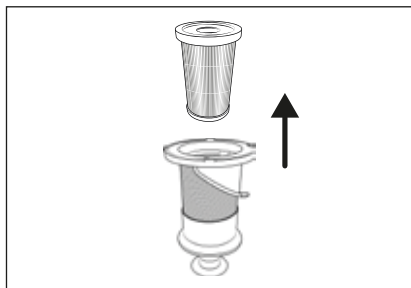

Fig. 19
- 4) Retirez le filtre HEPA 5 du filtre en acier inoxydable 6, en saisissant l'ouverture du filtre HEPA 5 et en le sortant du filtre en acier inoxydable 6 (voir fig. 19).